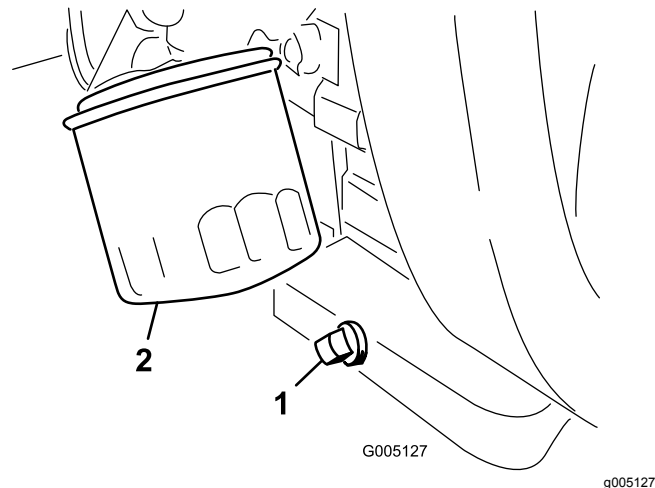

图 33
1. 拆下排油塞图 33 让油流入放油盘。
2. 清洁排油塞的螺纹施用聚四氟乙烯密封材料然后安装排油塞图 33。
3. 拆下机油滤清器图 33。